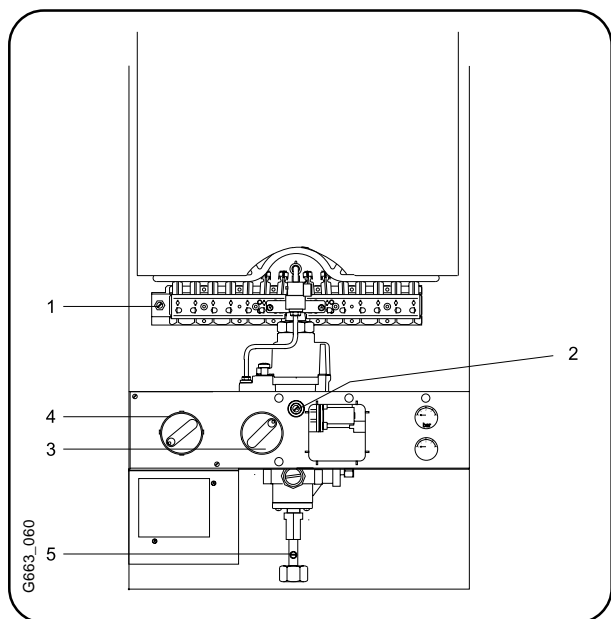

Fig. 10
1. Retirar la tapa de protección precintada (pos. 2, fig. 10), situada encima de el tornillo de regulación de gas.
2. Desenroscar el tornillo de cierre (pos. 1, fig. 10), y conectar el manómetro tubular en U.
4. Colocar el regulador (pos. 4, fig. 10) a pos. "7".
5. Tomar la presión de boquilla indicada para la potencia seleccionada de la tabla 2 pag. 11, teniendo en cuenta el tipo de aparato. Regular la presión de boquilla, por medio del tornillo de regulación de gas (pos. 2, fig. 10), en izquierda mas gas, en derecha menos gas.
6. Cerrar la llave de paso de gas, quitar el manómetro tubular en U y apretar el tornillo (pos. 1, fig. 10).
7. Soltar el tornillo de cierre (pos. 5, fig. 10), y conectar el manómetro tubular en U en la toma de medición.
8. Abrir la llave de paso de gas y poner en funcionamiento el aparato. Colocar el regulador (pos. 4, fig. 10) en posición "7".
11. Cerrar la llave de paso de gas, desmontar el manómetro tubular en U y atornillar fuertemente el tornillo de junta (pos. 5, fig. 10).
12. Precintar la chapa (pos. 2, fig. 10) encima de los tornillos de ajuste de gas.